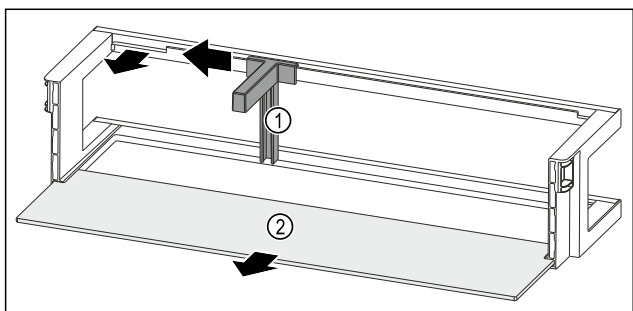

Fig. 117 带瓶托和搁板的门边存放架
- ▶ 将瓶托 Fig. 117 (1)推至槽边。
- ▶ 取出瓶托 Fig. 117 (1)。
- ▶ 取出搁板 Fig. 117 (2)。